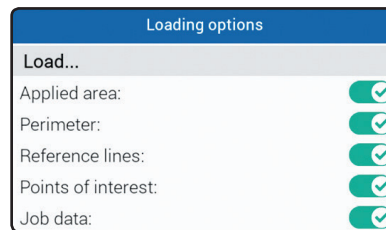

Fig. 181
**Loading options** (Fig. 181) när operatören laddar upp ett tidigare sparat arbete (par. 10.5 F5 Återuppta arbete).